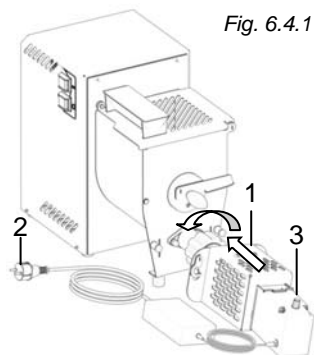

Fig. 6.4.1
1. Agganciare l'applicazione tagliapasta "1" (fig 6.4.1) sui perni frontali della macchina pasta.
2. Innestare la spina "2" (fig. 6.4.1) nella presa della corrente
4. Agire sul potenziometro "3" (fig. 6.4.1) per variare la velocità del coltello tagliapasta in modo da tagliare la pasta nella lunghezza desiderata.